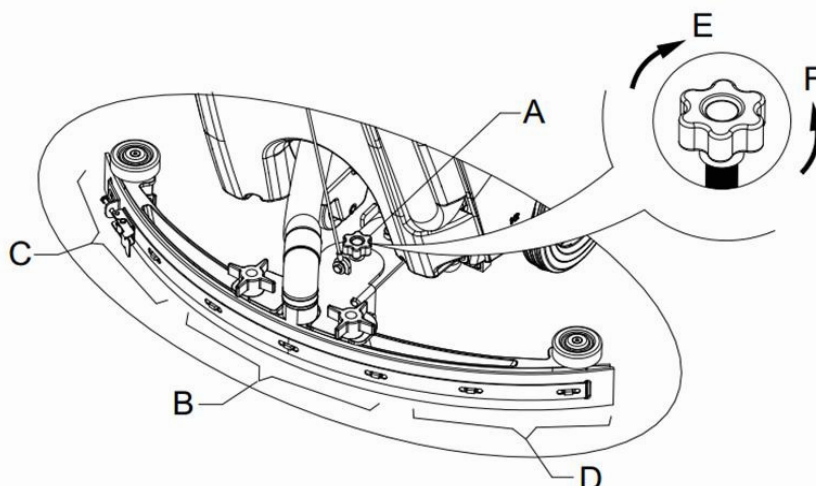

Figura 9
10. Ajuste la escobilla de goma a través de la palanca de ajuste (A) (véase la Figura 9).